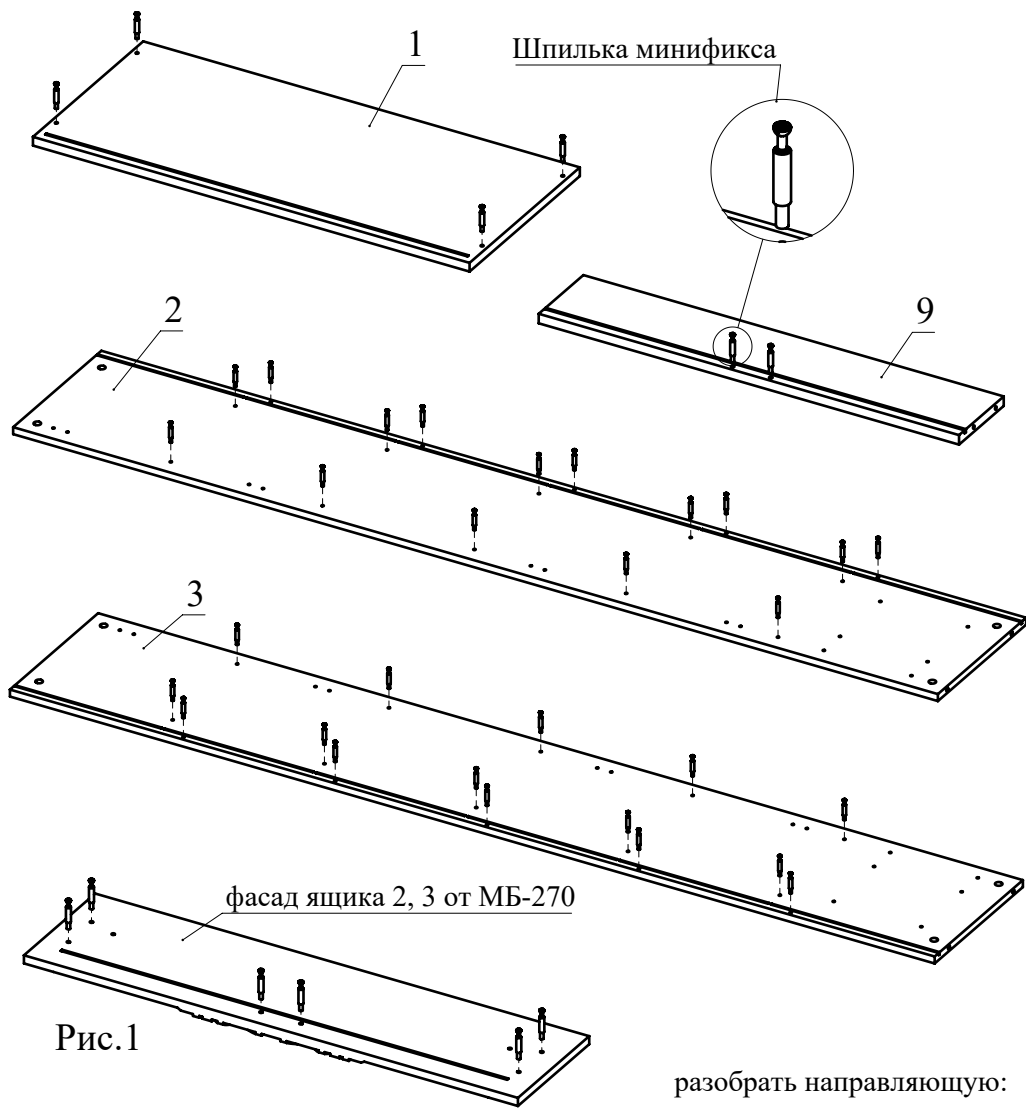

Рис.1
1. Вкрутите шпильки минификсов в детали 1, 2, 3, 9 и фасады ящиков 2, 3 от МБ-270 (Рис. 1).